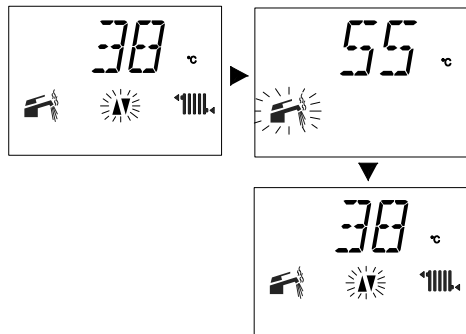

Рисунок 2.16
- с регулировкой максимальной температуры горячего водоснабжения Рисунок 2.16.